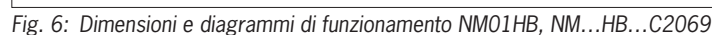

Fig. 7: Microinterruttori e commutazioni
Occorre utilizzare almeno un contatto . Questo segnala la posizione del riparo (per la disposizione dei contatti vedere Fig. 7).
3. Collegare e serrare i morsetti con una coppia di 0,5 Nm (per la disposizione dei contatti vedere Fig. 7).